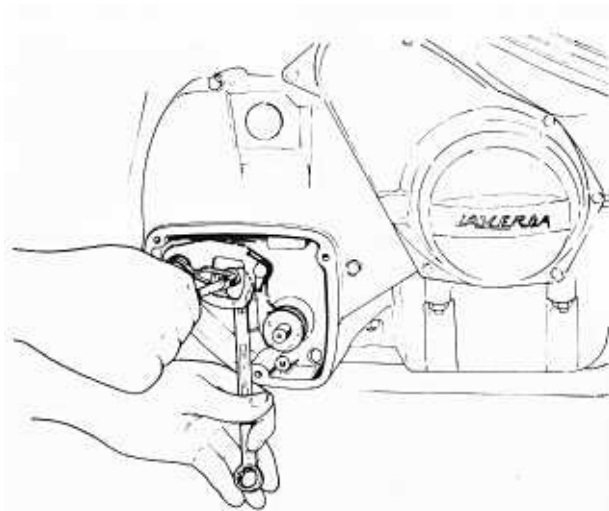

Bild 146
- Die Exzentrerschraube ist mit einer Mutter gesichert (Bild 146). Für die Einstellung eignen sich der 4. und 5. Gang am besten, doch muss nachher die Einstellung in allen Gängen geprüft werden. Für die Einstellung muss der äussere Deckel nicht angebaut werden, da sich der Fusschalthebel auch ohne Deckel ansetzen lässt. Bei ungenauer Einstellung lässt sich der Leerlauf nur schwer einlegen.